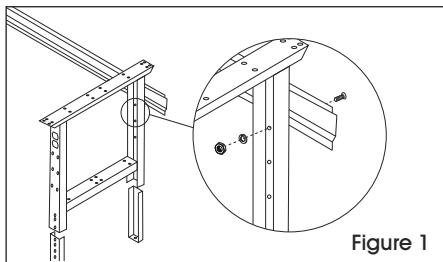

Figure 1
1. Insérez les pattes réglables (1) dans les pieds (2) en les glissant à la hauteur voulue.
2. Placez les pieds (2) à la verticale. Les pieds doivent être à une distance d'environ 53 po pour les postes de travail de 60 po et de 65 po pour ceux de 72 po. Les postes de 96 po exigent trois pieds placés à 45 po de distance.
3. Fixez le longeron (3) aux pieds en vous servant des trous centraux situés à l'arrière des pieds. Fixez-le à l'aide de huit boulons de 1/4-20 x 5/8 po, de rondelles de blocage et d'écrous (12 boulons, rondelles de blocage et écrous pour le poste de travail de 96 po), mais ne serrez pas complètement. (Voir Figure 1)